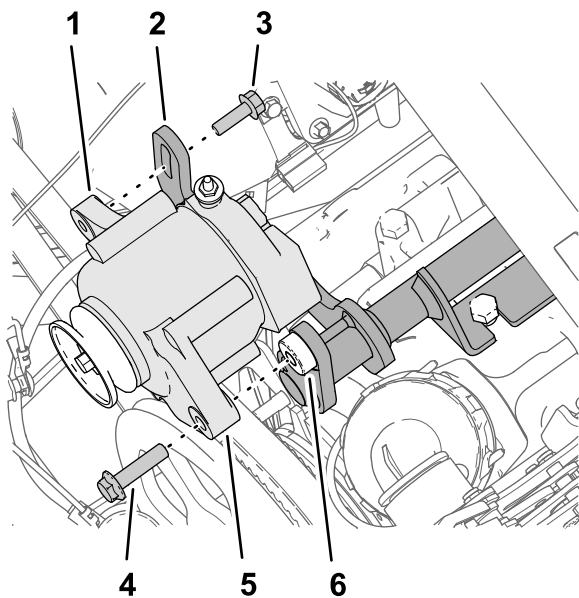

図 184
1. オルタネータ60Aを、オルタネータブラケットのねじ山付きボスに取り付ける 図 184 フランジヘッドボルト  $\frac{3}{8}$  x 1 $\frac{1}{2}$ " を使用する。
2. オルタネータのねじ山付きフランジを、オルタネータブラケットスロット付きフランジに取り付ける 図 184 フランジヘッドボルト 8 x 25mm を使用する。